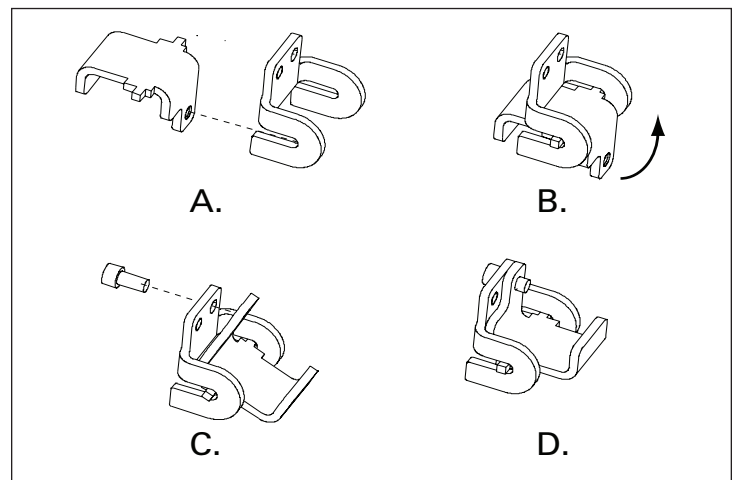

Abbildung 6. Zusammenbau Klinke und Montagewinkel Klinke
Schritt 1: Fügen sie die Teile wie dargestellt (**Abb.6**) zusammen.
Schritt 2: Führen Sie die Klinke komplett in den Montagewinkel Klinke ein und drehen sie die Klinke soweit, bis die Bohrungen beider Teile übereinander liegen (**Abb... 6 A. & B.**). Befestigen Sie die beiden Teile miteinander mit der Schraube M5 ohne Unterlegscheiben (**Abb.6 C.& D.**).